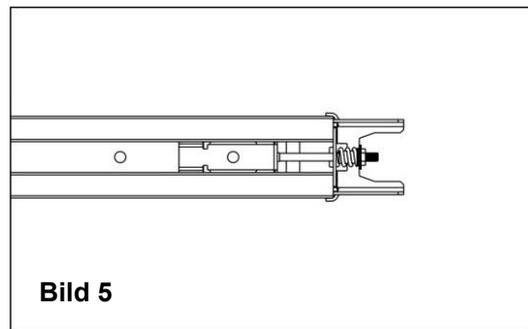

Bild 5
4. Ziehen Sie die Mutter wie in Bild 6 gezeigt eng an. Achten Sie darauf, dass die Kette sauber auf dem Ritzel hinten und der Umlenkrolle vorne sitzt (siehe Bilder unten). Ansonsten lässt sich die Gewindestange nicht weit genug durch das Loch (Bild 5) schieben.